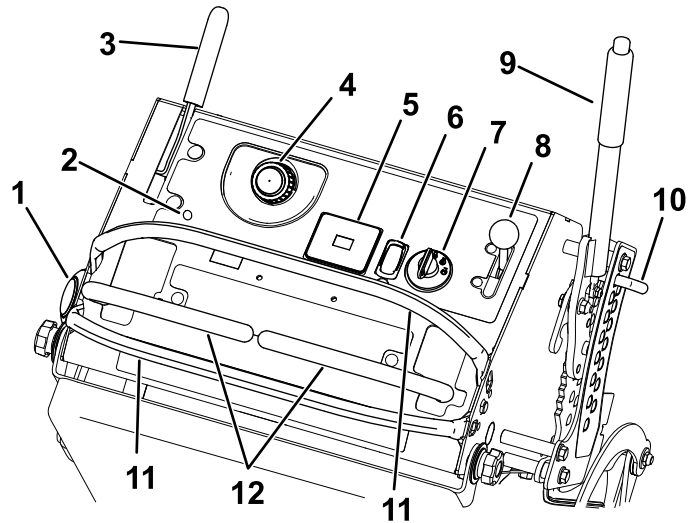

Figura 4
Familiarícese con todos los controles antes de poner en marcha el motor y trabajar con la máquina (Figura 4).
El mando de la toma de fuerza (TDF) se utiliza para engranar y desengranar las cuchillas de la segadora o arrancar y parar accesorios motorizados (Figura 4); consulte Uso del interruptor de control de las cuchillas (página 16).
Si se detecta un problema o una avería en el sistema, se enciende el indicador de avería (IA) (Figura 4).
El acelerador controla la velocidad del motor y tiene un ajuste variable continuo de LENTO a RÁPIDO (Figura 4).
Las palancas de control de movimiento se utilizan para conducir la máquina hacia adelante, hacia atrás y girarla en ambos sentidos (Figura 4).